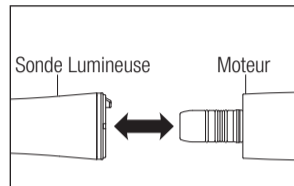

Fig. 1
- 1) Insérez la sonde lumineuse directement au moteur (Fig. 1). Vissez la sonde lumineuse jusqu'à ce qu'un déclic retentisse indiquant qu'elle est verrouillée en position.